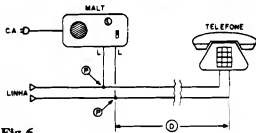

Fig. 6
- FIG. 6 - A INSTALAÇÃO DO MALT - É só ligar o circuito à linha telefônica, via pontos L-L (consubstanciados no par de conetores tipo "Sindal" - ver figuras..., sem nenhuma preocupação de polaridade, enfiar o plugue do "rabicho" numa tomada C.A. próxima, ligar a chave geral (L-D) e ajustar o VOLUME! Um teste efetivo, obviamente, apenas poderá ser feito com a linha telefônica "em uso", para se determinar VOLUME, essas coisas (eventualmente configurando a necessidade de modificações no valor do resistor marcado com asterisco no esquema - fig. 1...), Um ponto importante (que já foi insinuado...) é que o MALT não precisa (normalmente nem deve...) ficar próximo ao aparelho telefônico conectado à linha monitorada! Na verdade, a distância "D" pode